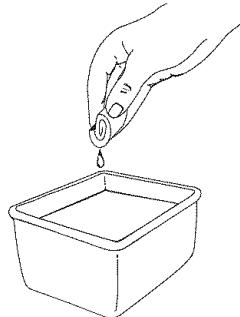

Fig. 24
3. Lave el filtro con agua y detergente (Fig. 24). Enjuague bien el filtro y dejelo secar.